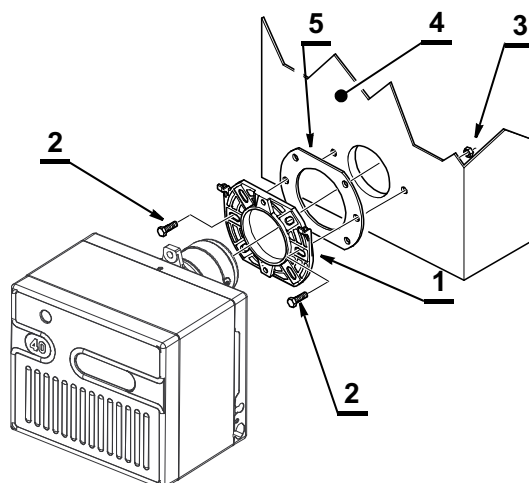

Fig. 9
- Fixer sur la plaque de la chaudière 4) la bride 1) par l'intermédiaire des vis 2) et (si nécessaire) des écrous 3) en interposant le joint isolant 5), (voir Fig. 9).